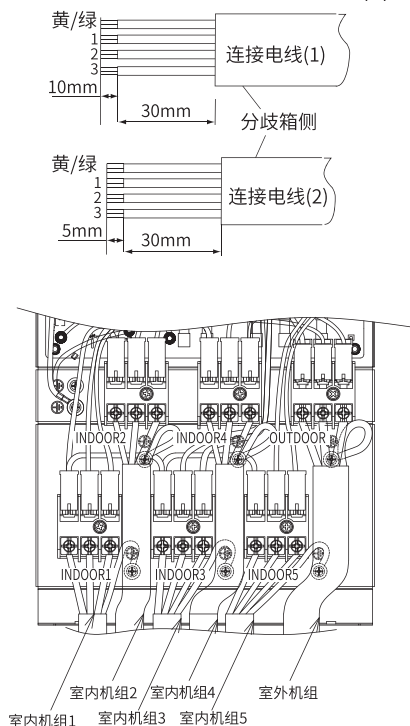

图24-2
分歧箱电线连接如图24-2所示。
- (3) 按照图24-2端子台下方的文字，连接对应的室内/外机连接电线。
- (4) 用连接线压板固定连接电线。